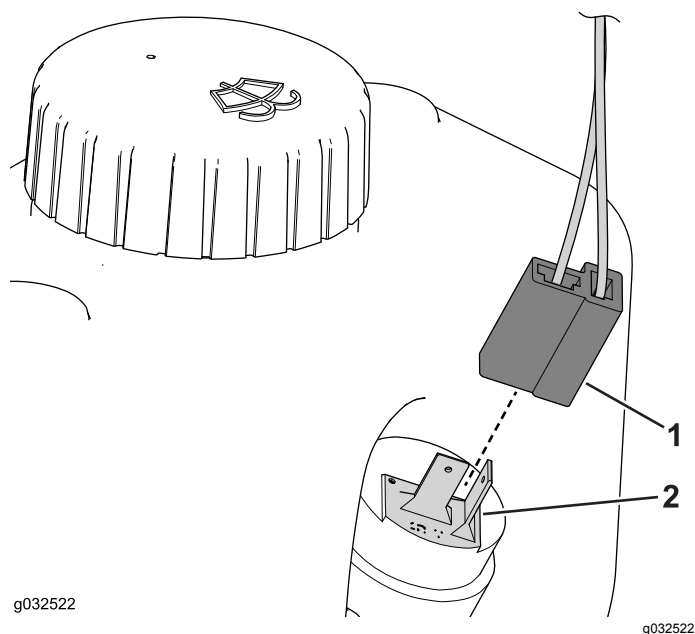

Bild 4
1. Stecken Sie den Anschluss in die Scheibenwaschanlagenflasche (Bild 4).